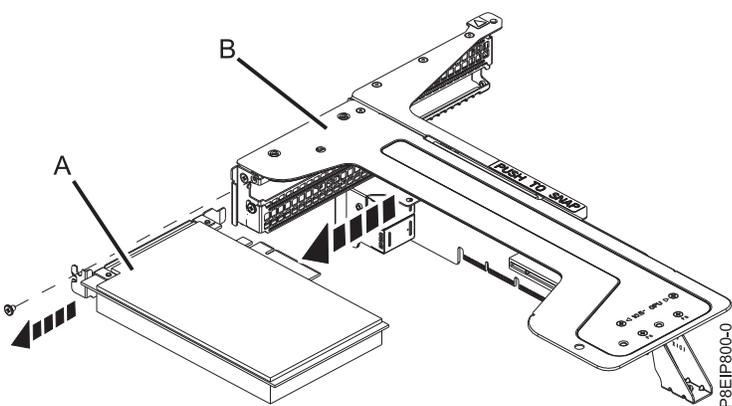

図 40. ライザーからの位置 3 のアダプターの取り外し
- g. 位置 3 のアダプター (A) のプラグを PCIe アダプター・ライザー (B) から抜きます (図 40 を参照)。